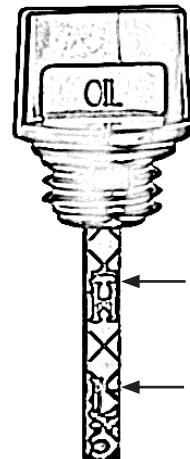

Figure 7
- Lisez le niveau d'huile, voir aussi la figure 7.
**Il doit y avoir un film d'huile entre le repère supérieur et le repère inférieur. S'il n'y a pas de film d'huile, le niveau d'huile est trop bas, fig. 7. Ajoutez de l'huile. H-High signifie maximum. L-Low signifie minimum.**